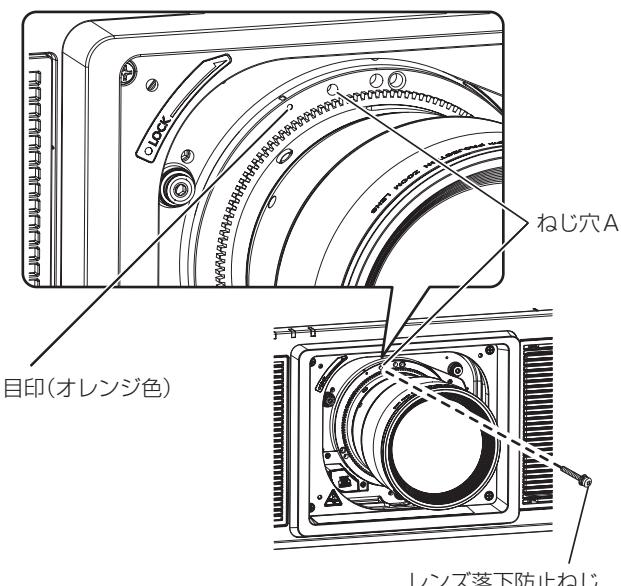

図4
- 4) 付属のレンズ落下防止ねじで、投写レンズを固定する（図4）**